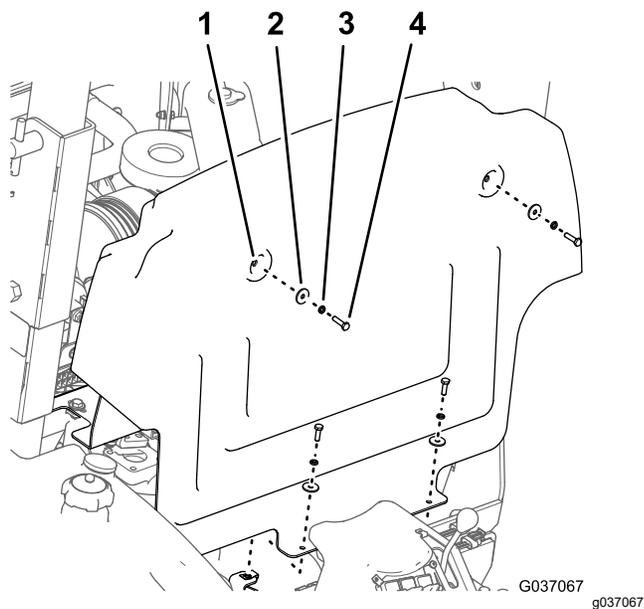

図 7
2. バルクヘッドパネルを車体のシャーシに固定しているボルト6 x 25mm 4本、ロックワッシャ6mm 4枚、平ワッシャ6mm 4枚を取り外す 図 7。
3. パネルを上方および前方に移動し、マシンから取り外す (図 7)。